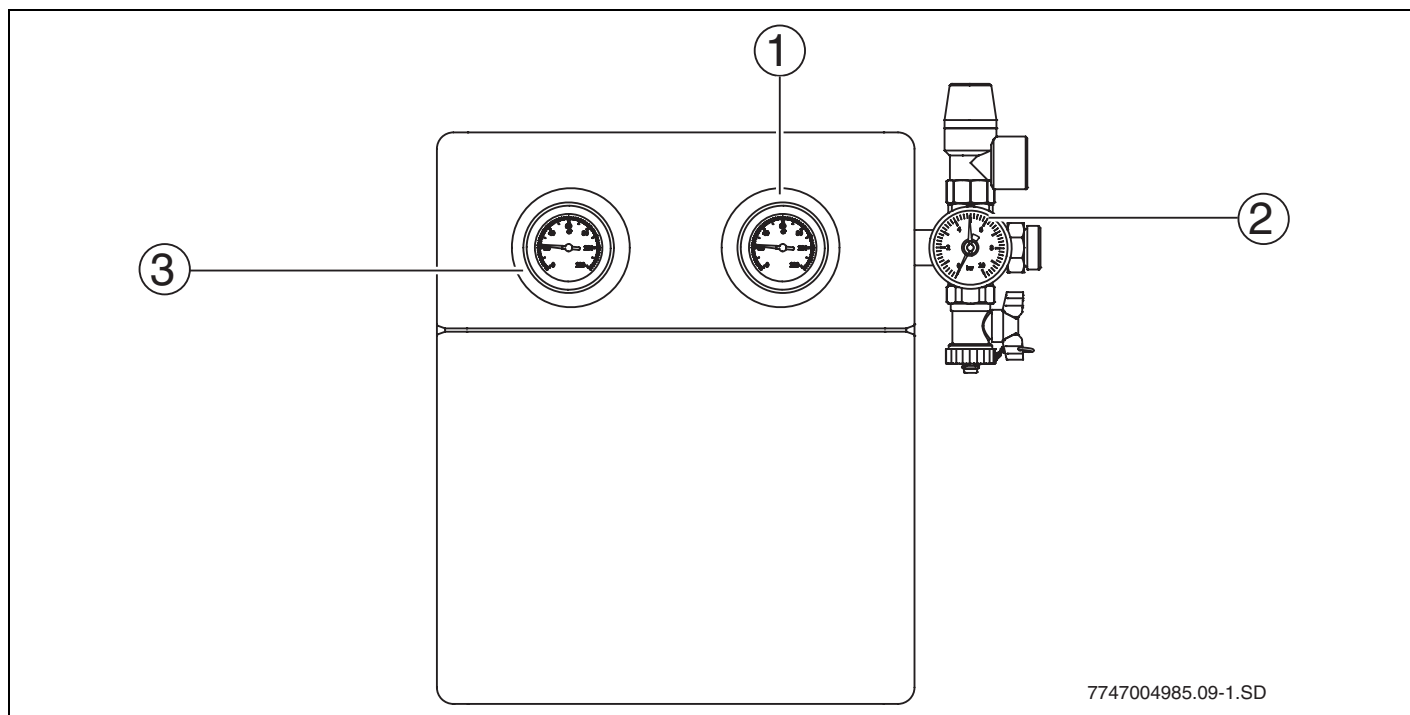

Рис. 13 Насосная станция
- Термометры (→ рис. 13, поз. 1 и 3): встроенные термометры показывают температуру обратной линии солнечного коллектора (синий) и подающей линии (красный).
- Манометр (→ рис. 13, поз. 2): манометр показывает рабочее давление.